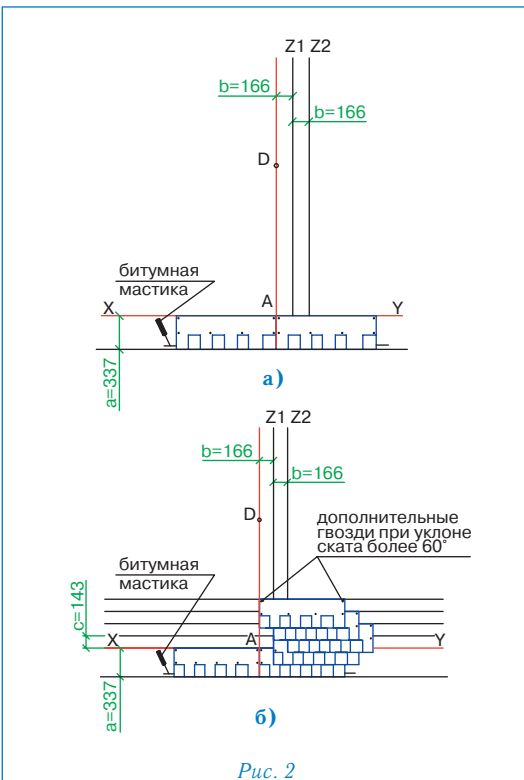

Рис. 2
### Укладка материала (рис. 2)
- первый ряд черепицы укладывается от линии AD (рис. 2а);
- второй ряд укладывается от линии Z1 (со смещением 16,6 см от AD) (рис. 2б);
- третий ряд укладывается от линии Z2 (со смещением 16,6 см от Z1) (рис. 2б);
- четвертый ряд — от линии Z1 (рис. 2б);
- пятый ряд — от линии AD (рис. 2б);
Каждый лист черепицы МАСТЕР J крепится 4 гвоздями таким образом, чтобы гвоздь прошивал и верхний край низлежащего листа черепицы МАСТЕР J (рис. 2а,б).